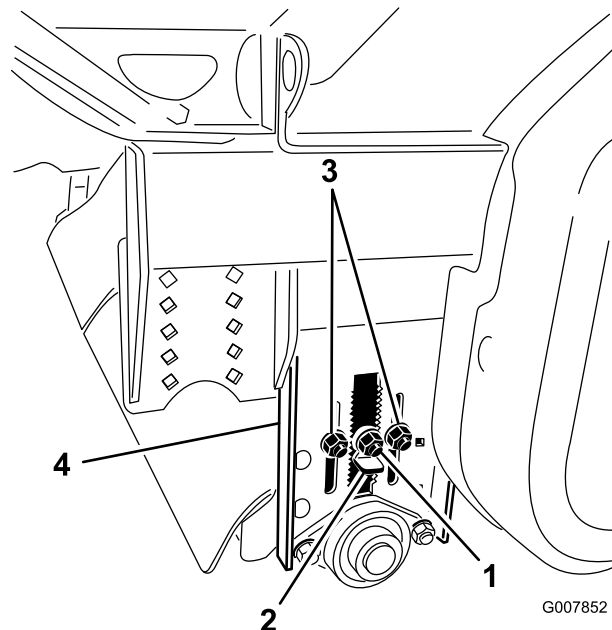

Figure 30
1. Avant de mettre de niveau le ProCore, prenez soin de régler la brosse de ramassage et le rouleau arrière à la hauteur de coupe correcte (Figure 30). Si le ProCore est équipé d'une brosse neuve, vous pouvez vous reporter à la table de réglage du rouleau arrière pour régler le rouleau arrière à la hauteur de coupe correcte.